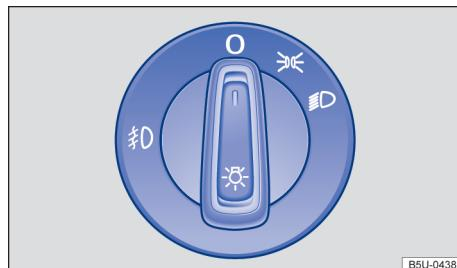

Fig. 62 No painel: interruptor das luzes.
- Ligar o farol de neblina : o interruptor rotativo das luzes → Fig. 62 deve estar na posição ou . Puxar o interruptor até o primeiro engate.